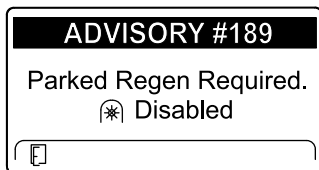

Рисунок 55
- Если вы не выполните стационарную регенерацию в течение 2 часов, дисплей инфо-центра отобразит сообщение «Требуется стационарная регенерация — вал отбора мощности выключен» — ИНФОРМАЦИОННОЕ СООБЩЕНИЕ № 189 (Рисунок 55).